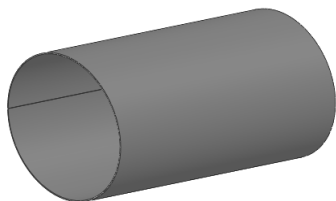

图 2.2.6 放样折弯 1
Step6. 创建图 2.2.6 所示的钣金特征——放样折弯 1。选择下拉菜单 **插入(I)** → **钣金(B)** → **放样的折弯(U)...** 命令（或在“钣金”工具栏中单击“放样折弯”按钮 ）；系统弹出图 2.2.7 所示的“放样折弯 1”对话框；依次选取草图 2 和草图 3 作为放样折弯特征的轮廓（图 2.2.8）；在“放样折弯 1”对话框的 **厚度** 文本框中输入数值 1.5；单击  按钮，完成放样折弯特征的创建。